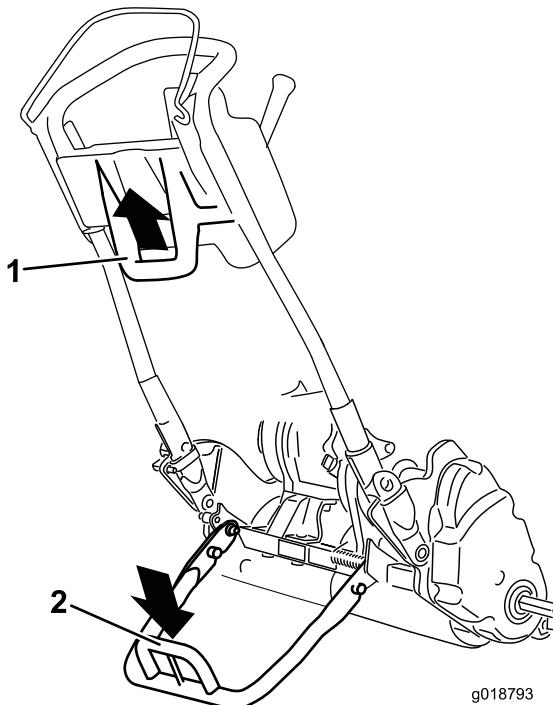

Figura 28
- Para utilizar el caballete para instalar las ruedas de transporte, bájelo al suelo y pise el reborde, tirando de la palanca inferior central hacia arriba y hacia atrás (Figura 28).